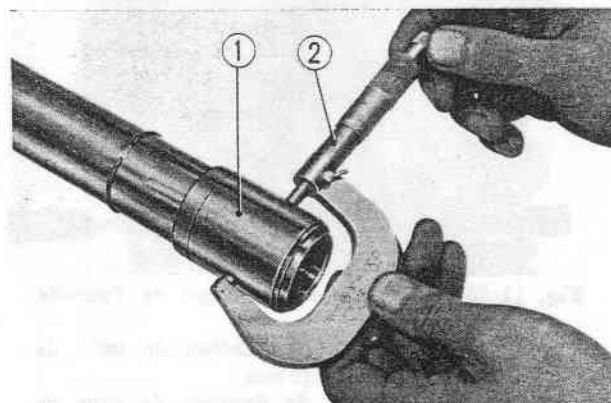

Fig. 11-17 ① Piston de fourche
3. Mesurer le diamètre du piston de fourche à l'aide d'un palmer. Si la dimension est inférieure à 39,4 mm le piston doit être remplacé. (Fig. 11-17)